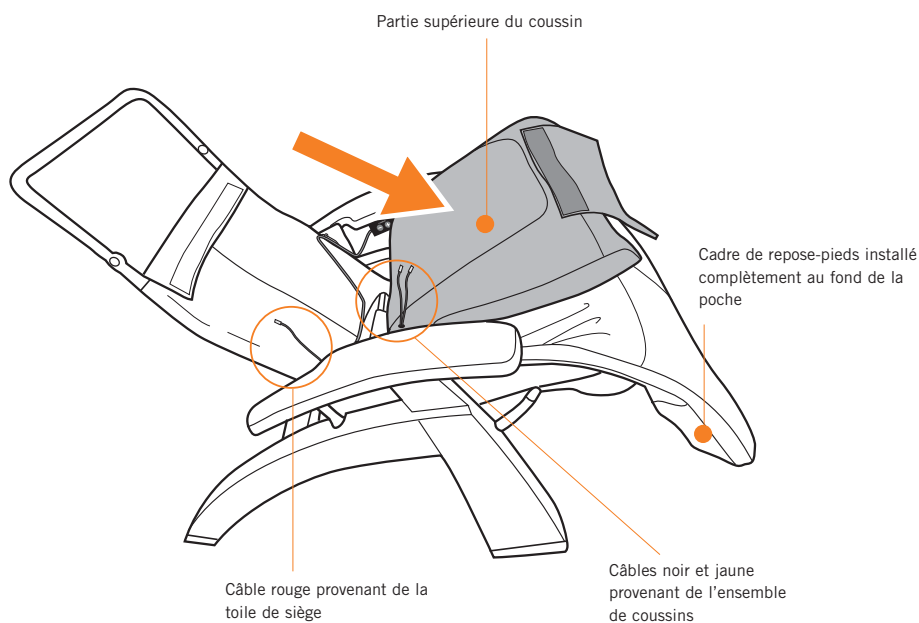

Fig.13
11. Faites glisser le coussin corporel sur le cadre de repose-pieds en vous assurant que le cadre glisse dans les poches situées sur les coins inférieurs du coussin (Fig. 13).
12. Pliez la partie supérieure du coussin vers l'avant sur le siège (Fig. 13).